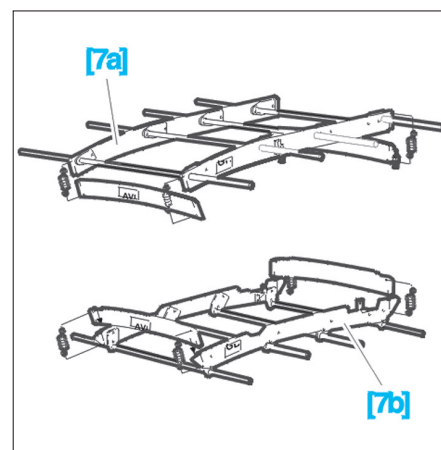

FIG. 105
- [7a] et [7b]. Outil (Ref PSA : (-).1357) pour pose pavillon multifonction assemblé (partie inférieure et partie supérieure) (Fig.105).